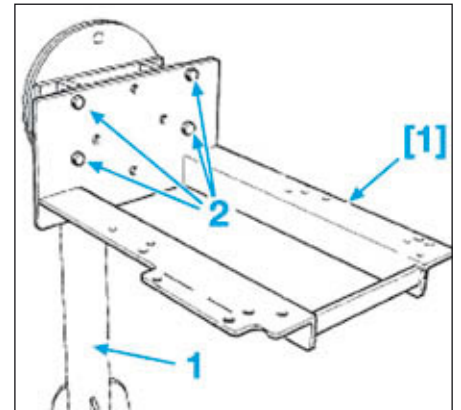

FIG.9
- Mettre en place la plaque support de boîte de vitesses [1] (Fig.9) sur un support d'organes (2) à l'aide des vis (3).